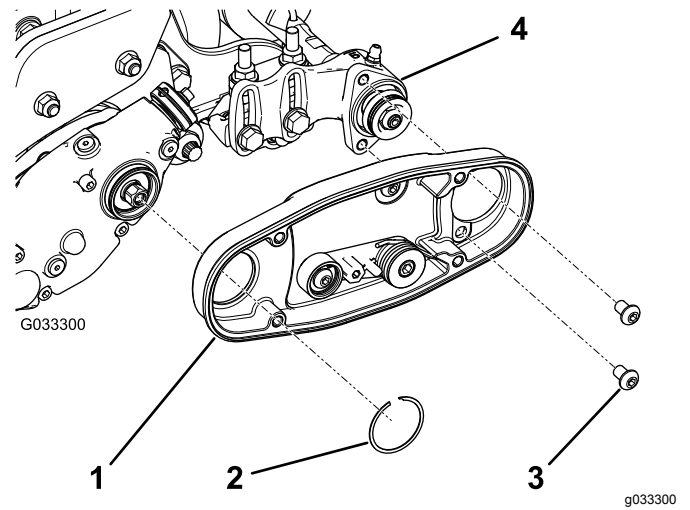

Figure 8
2. Montez le carter de brosse de roulement gauche ou droit (Figure 8).
Remarque: Vérifiez que la poulie de tension est montée en bas, comme montré à la Figure 8.
3. Appliquez du Loctite 242 (bleu) sur les 2 boulons (5/16" x 1/2") et utilisez les boulons pour fixer le logement de la brosse de rouleau au logement de roulement (Figure 8).
4. Fixez le carter de la brosse de rouleau au carter d'entraînement de groomer avec le circlip (Figure 8).